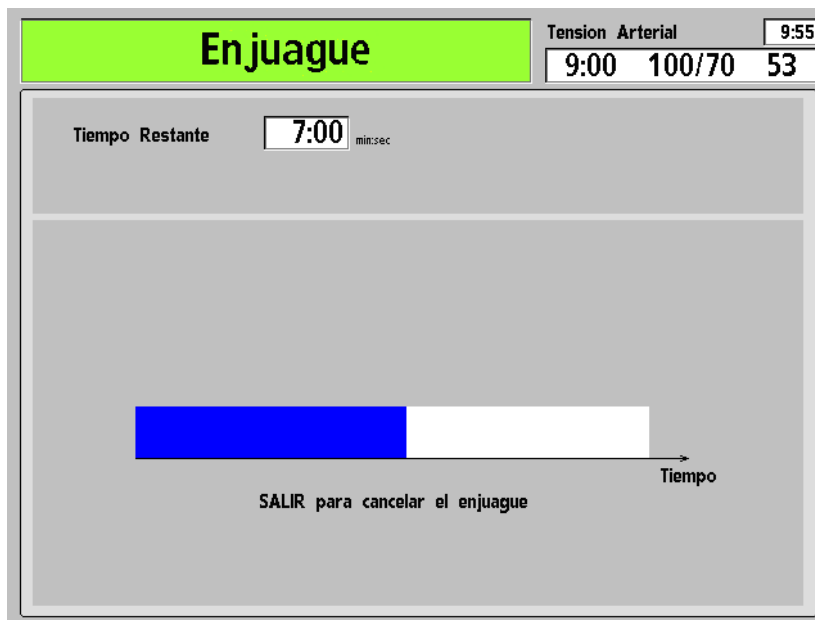

Figura 58 – Pantalla “Enjuague”
3. La pantalla “Enjuague” aparece en la pantalla (Vea Figura 58).